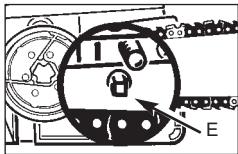

рис. 3J
9. Проверьте, чтобы зубец (Е) находился в регулировочном отверстии шины (рис. 3J).